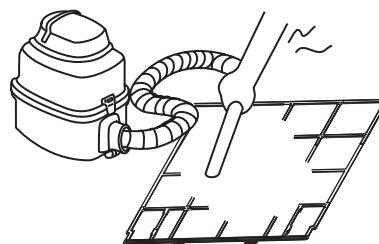

Рисунок 6-2
• Во время чистки пылесосом приточная сторона фильтра должна быть направлена вверх. (См. Рисунок 6-2).